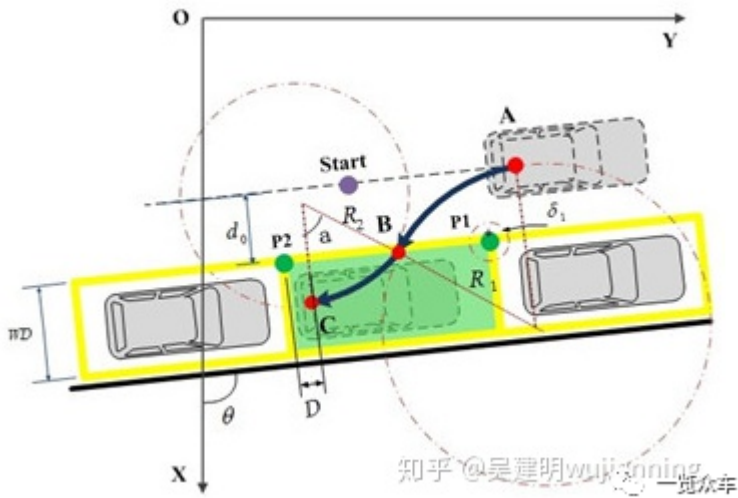

图4
**(3) 泊车路径规划：**考虑到自动泊车实现原理，泊车路径规划一般尽可能满足以下要求：a.完成泊车路径所需要的动作必须尽可能少。因为每个动作的精度误差会传递到下一个动作，动作越多，精度越差。b.在每个动作的实施过程中，车辆的转向轮（绝大部分为前轮）的角度需要保持一致。因为系统是通过嵌入式系统实现的，而嵌入式系统的性能有限，转向轮角度保持一致能够将运动轨迹的计算归结为几何问题，反之需要涉及复杂的积分问题，这对嵌入式系统的性能是一个挑战。一般平行泊车和垂直泊车采用如图4
和5所示路径。平行泊车分为单次和多次：单次为如图4所示路径一次泊车完成；多次则为当车位长度比较小时，可采用多次“揉库”的方法泊车。